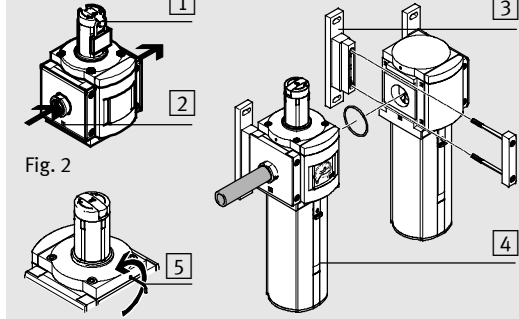

Fig. 2
- Beachten Sie die Durchflussrichtung von 1 nach 2. Als Orientierung dienen die Ziffern [2] auf dem Produktgehäuse und der Anschlussplatte (➔ Fig. 2).
- Ziehen Sie den Drehknopf nach oben vom Gehäuse weg (ggf. Bügelschloss entfernen und Entriegelungssperre [1] einschieben ➔ Fig. 2).
• Drücken Sie die Entriegelungssperre [1] (➔ Fig. 2) nach außen. Ein vorhandenes Bügelschloss LRVS-D sichert die Entriegelungssperre.